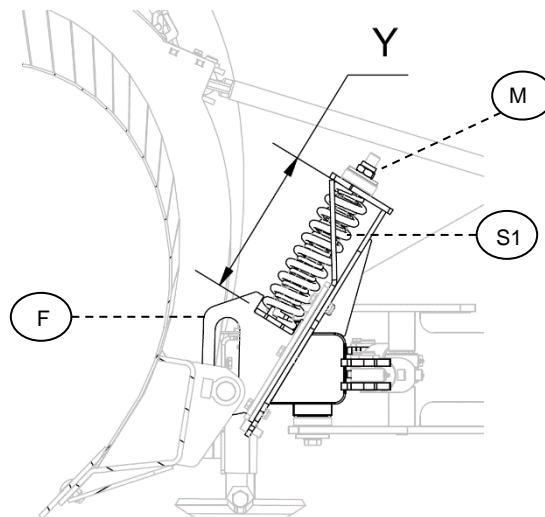

Bild.19
Som standardförspänning dvs. yttre fjäder (S1) Y mått är cirka 315mm – se Bild.19.
- 1) Lossa muttern M på båda flytlägesarmar (F) två varv i taget och provkör – se Bild.19.
- 3) Dra åt muttern M på båda flytlägesarmar (F) två varv i taget och provkör – se Bild.19.